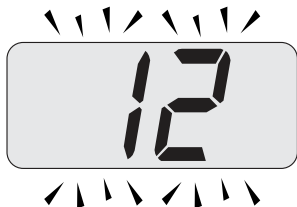

Figura 5.30
- Utilizando los botones 16 o 17 se puede modificar el valor del parámetro 01 (Figura 5.30).